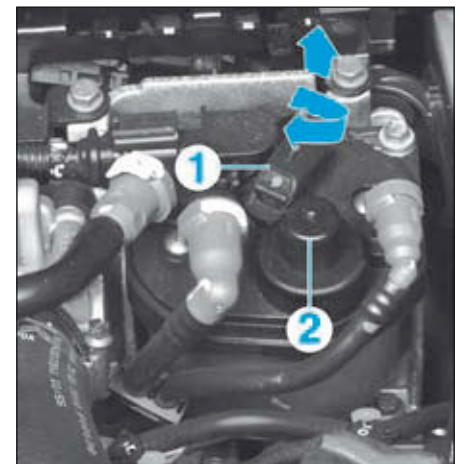

FIG.60
- Suivant l'équipement, débrancher le connecteur du capteur de présence d'eau dans le carburant (1) (Fig.60).